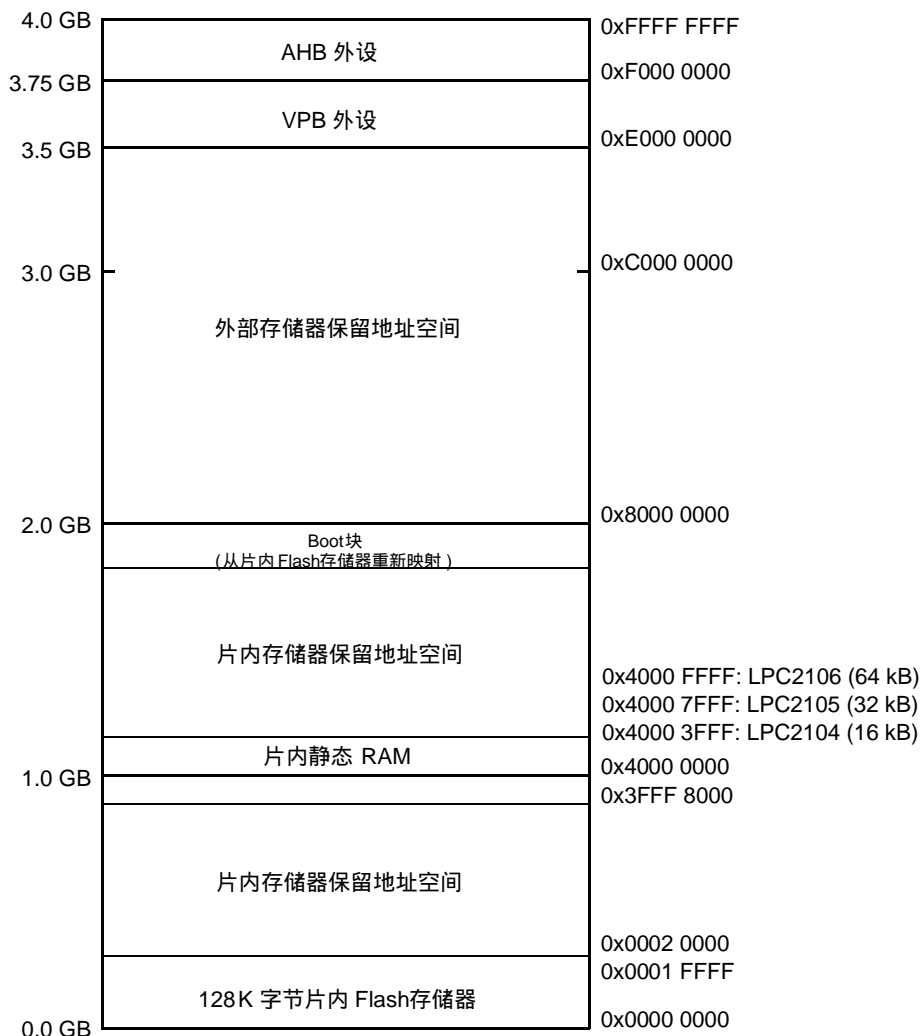
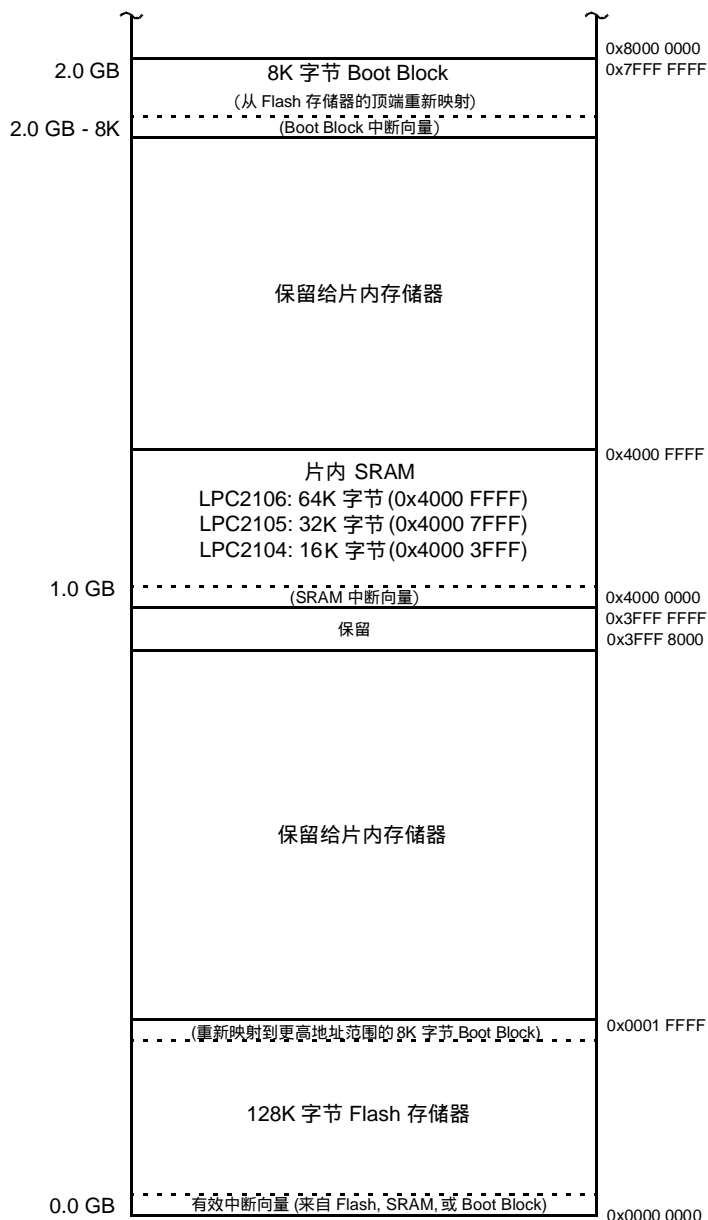

图 2 系统存储器映射
图 6 显示已重新映射和可重新映射区域的低存储器空间
LPC2104/2105/2106 包含几个不同的存储器区域 图 2 所示为复位后从用户角度所看到的整个地址空间映射。中断向量支持地址的重新映射，详见后面的章节。
为了与将来器件相兼容, 整个 Boot Block 都被映射到片内存储器空间的顶端。在这种方式下, 使用较大或较小的 Flash 模块都不需要改变 Boot Block (需要改变 Boot 装载程序自身的代码) 的位置或改变 Boot Block 中断向量的映射。除了中断向量之外的存储器空间都保持固定的位置。图 6 所示为使用上述定义的模式映射的片内存储器。
- 片内非易失性存储器与特殊寄存器之间的地址空间，在图 2 和图 6 中标为“保留给片内存储器”。
- 片内静态 RAM 与外部存储器之间的地址空间，在图 2 中标为“保留给片内存储器”